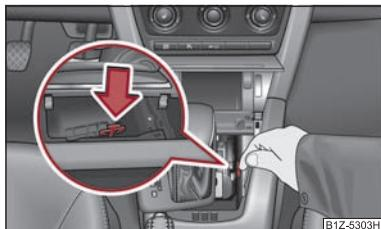

Fig. 120 Déverrouillage de secours du levier sélecteur
- Poussez la pièce jaune en plastique dans le sens de la flèche \Rightarrow fig. 120 avec un doigt.